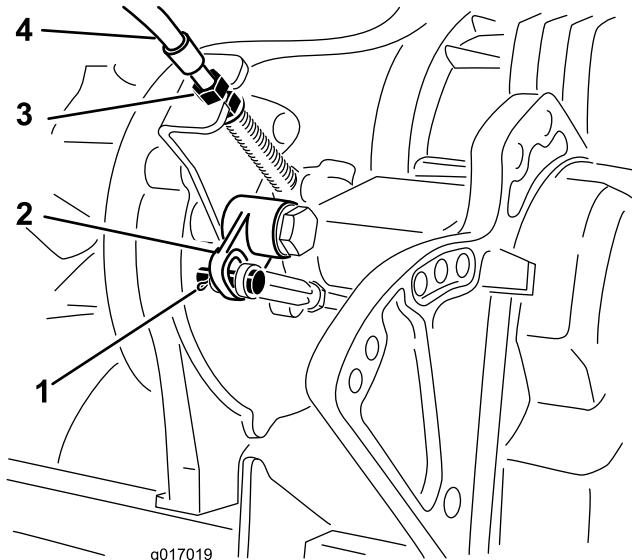

Bild 46
Hinweis: Stellen Sie die Klemmmuttern am Schott (Bild 46) ein, um das Spiel vom Kabel ohne Verlängern der Feder zu entfernen.
4. Entfernen Sie den Splint und Lastösenbolzen, mit denen der Bolzen der Kipphebelstange am Kipphebelgriff befestigt ist (Bild 46).
5. Nehmen Sie den Bolzen vom Kipphebelgriff ab (Bild 46)
8. Stellen Sie die Kabelklemmmuttern am Getriebeschott (Bild 46) ein, um den Abstand zum Kipphebel zu verkürzen und die vorherige Änderung zu ermöglichen.